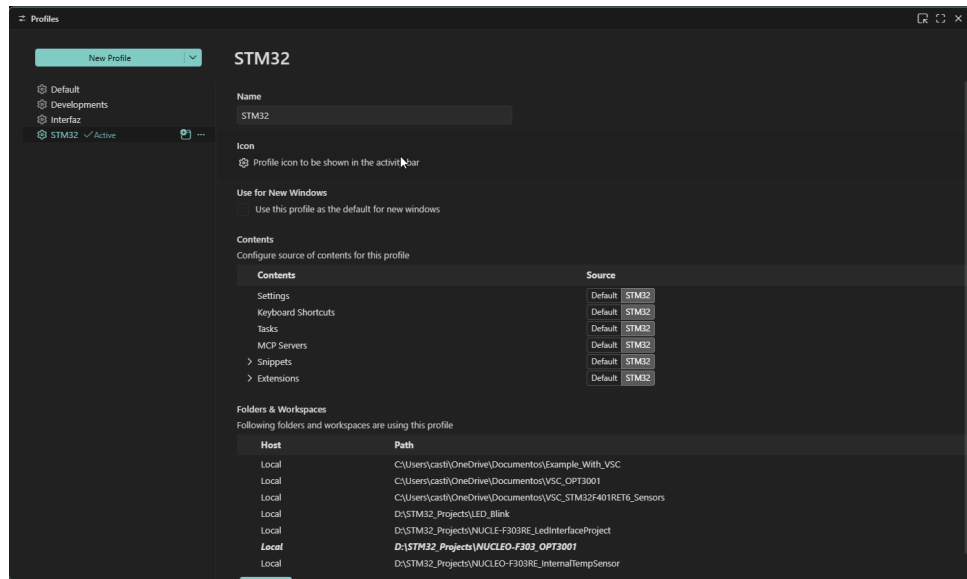

Figura 1: Creación del perfil dedicado "STM32" en Visual Studio Code.
3. Esto abrirá una pestaña de configuración llamada **"Profiles"**. En el campo de texto etiquetado como **Name**, asigne un nombre representativo para este perfil, por ejemplo: STM32 (tal como se ilustra en la figura 1).